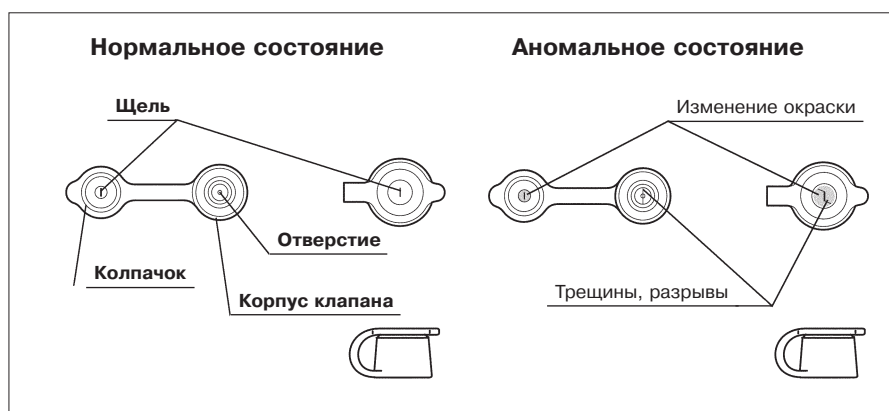

Рис. 3.10
1. Убедитесь в отсутствии трещин, разрывов, износа, изменения окраски или деформации в области прорези и отверстия биопсийного клапана (см. рис. 3.10).